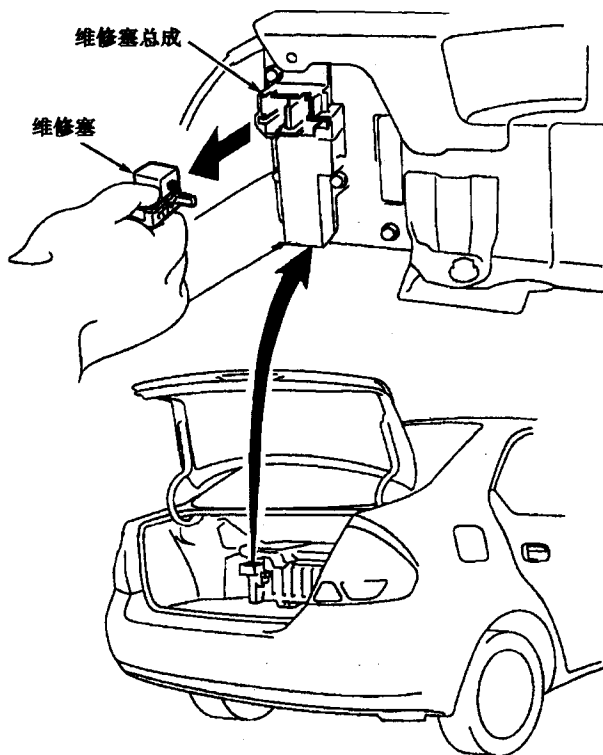

图 1-1-1 维修塞位置
(1) 在发动机室进行任何检查或维修前，应确保点火开关关闭，点火钥匙从点火锁芯中拔出，点火开关接通和 READY 灯亮时，发动机可能自动启动和关闭。
(2) 在发动机室进行任何维修前，应阅读发动机室所有的维修和警告牌。
(3) 所有高压配线连接器都有橙色连接器。不要触摸任何含橙色连接器的配线连接器。
(4) 高压蓄电池和其他高压部件可以通过他们的高压警告牌识别出，不要触摸这些部件。
(5) 若有必要，则检查或维修高压系统，确保点火开关关闭。在触摸任何高压配线、连接器或部件前，应拆下维修塞并等至少 5min，以确保完成高压放电。维修塞位置见图 1-1-1。
(6) 若必须触摸高压配线、连接器或部件，则要确保维修塞已被拆下或电子部件的电压极低。在触摸高压配线、连接器或部件时，应用丰田绝缘手套，要确保绝缘手套干净且性能良好，没有洞。在触摸高压配线、连接器或部件前，将压缩空气吹入绝缘手套，测试它的性能。
(7) 在车上工作时不要损坏任何金属物体，以免造成短路。
(8) 若高压配线连接器脱开，则配线连接器上的端子要用带子包裹，以防止配线连接器接触任何表面。
(9) 若维修高压系统，则在车辆顶部放置一标牌，告诉其他技师正在维修高压系统。